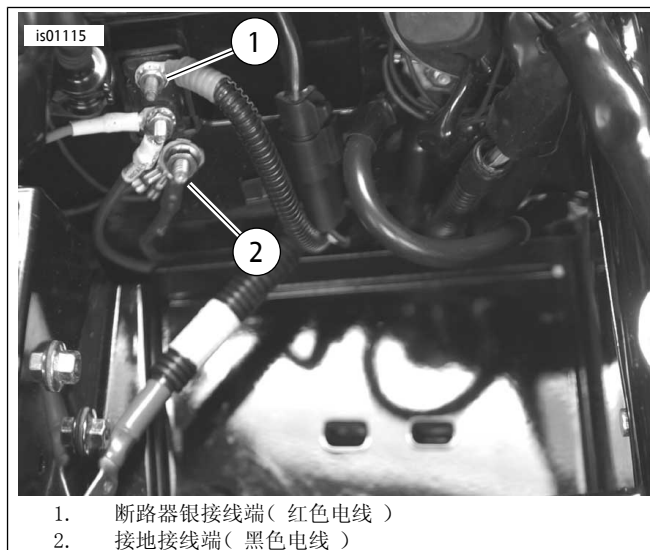

图4. 连接(电池已拆下)-2003年款及之前的Touring车型(图示为2003FLHTCU车型)
- 参见图4。将Zumo线束中的黑色电线切短以便方便地连接到接地螺柱(2)，接地螺柱在座位下方电池槽中的断路器下面。